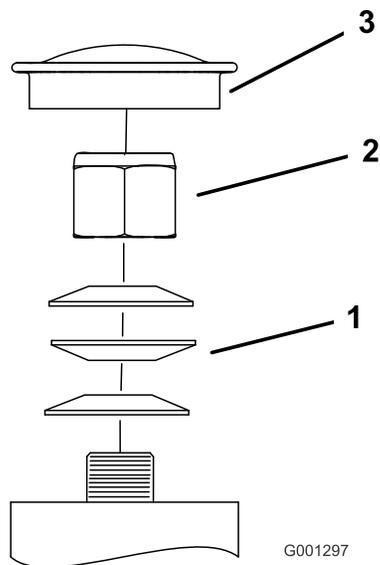

Рисунок 75
3. Снимите пылезащитную крышку с поворотного колеса и затяните контргайку (Рисунок 75).
4. Затягивайте контргайку до тех пор, пока пружинные шайбы не станут плоскими, и затем отверните на 1/4 оборота, чтобы правильно установить предварительную нагрузку на подшипниках (Рисунок 75).
Внимание: Убедитесь, что пружинные шайбы установлены правильно, как показано на Рисунок 75.
5. Установите пылезащитную крышку (Рисунок 75).